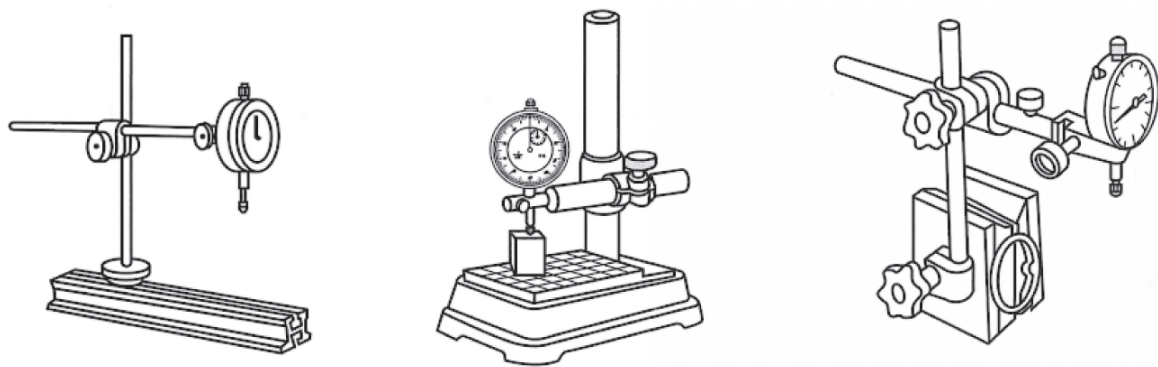

图2-25 安装在专用夹持架上的百分表
(1) 使用前,应检查测量杆活动的灵活性。即轻轻推动测量杆时,测量杆在套筒内的移动要灵活,没有任何轧卡现象,且每次放松后,指针能回复到原来的刻度位置。
(2) 使用百分表时,必须把它固定在可靠的夹持架上(如固定在万能表架或磁性表座上,如图2-25所示),夹持架要安放平稳,以免使测量结果不准确或摔坏百分表。